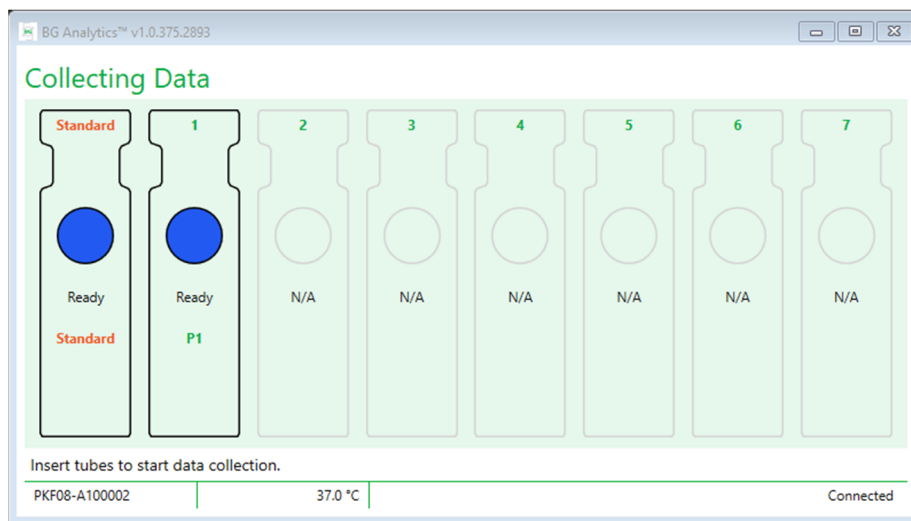

Abbildung 12. BG Analytics®-Datenerfassung-Bildschirm, Bereit zur Datenerfassung
1. Auf dem **Datenerfassung**-Bildschirm wird der Status für jede mit einer Proben-ID versehene Kavität als „Bereit“ angezeigt (siehe Abbildung 12).